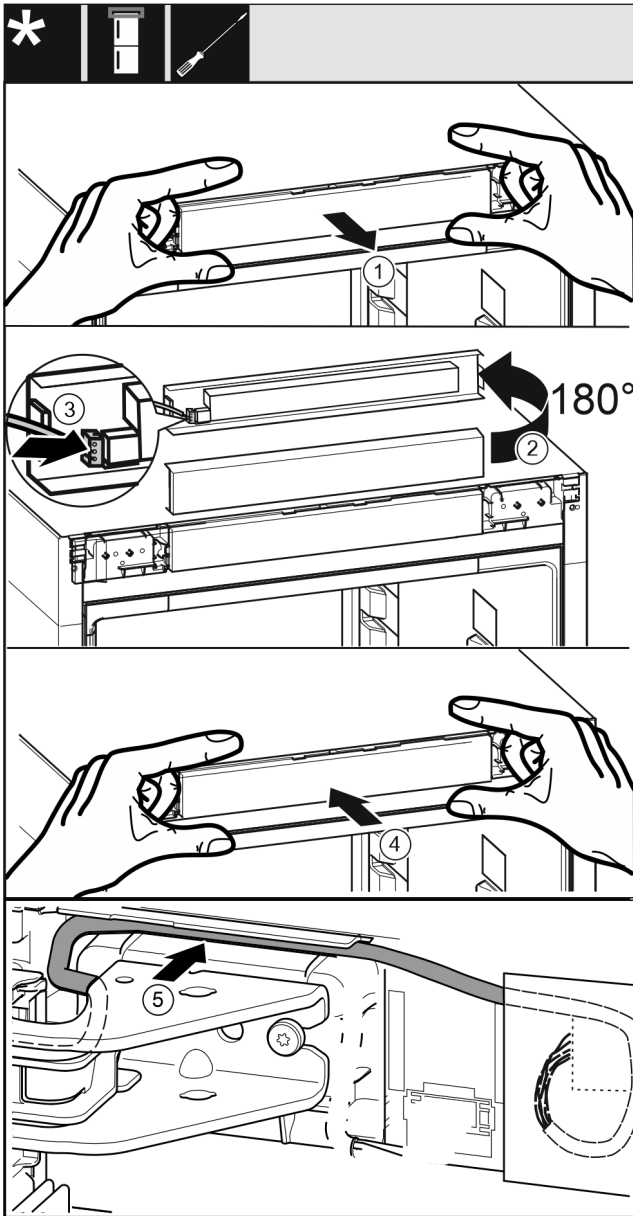

Fig. 32
- ▶ Tag forsigtigt betjeningspanelet ud. Fig. 32 (1)
- ▶ Drej panelet 180° opad. Fig. 32 (2)
- ▶ Lad stikket gå i indgreb i betjeningspanelet. Fig. 32 (3)
- ▶ Lad betjeningspanelet gå i indgreb i apparatet igen. Fig. 32 (4)
- ▶ Udlæg forsigtigt det grå kabel i føringen over det øverste hængsel. Fig. 32 (5)